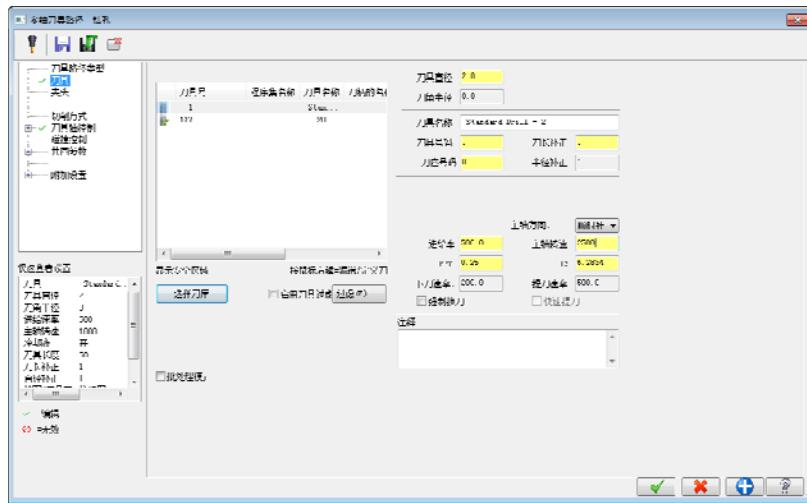

图11-16 设置刀具路径参数
- 04 设置刀具路径参数。选择“多轴刀具路径-钻孔”对话框中“刀具”选项，单击**选择刀库**按钮，选取一把直径为2mm的中心钻，设置进给率为500，主轴转速为2500，如图11-16所示。